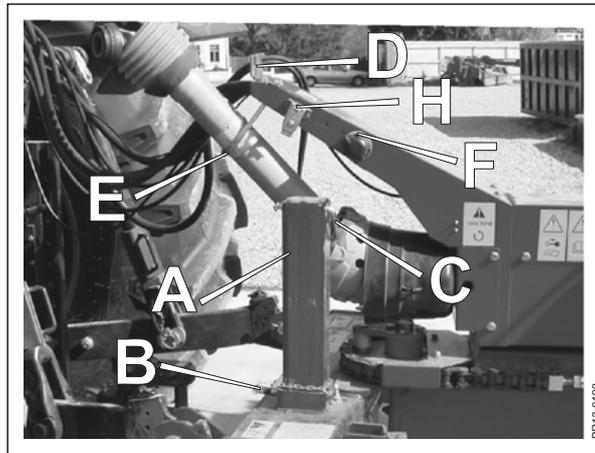

Abb. 3-5
**Abb. 3-5** Die Maschine kann in 2 Positionen abgestellt werden. In Arbeitsstellung mit den Schneidwerken abgesenkt oder in Transportstellung. Bevor Sie den Schlepper verlassen, immer die Schneideinheit auf den Boden absenken oder die Maschine in Transportstellung platzieren, den Schleppermotor abstellen und die Parkbremse aktivieren. Nur so kann ein stabiles Abstellen vorgenommen werden.